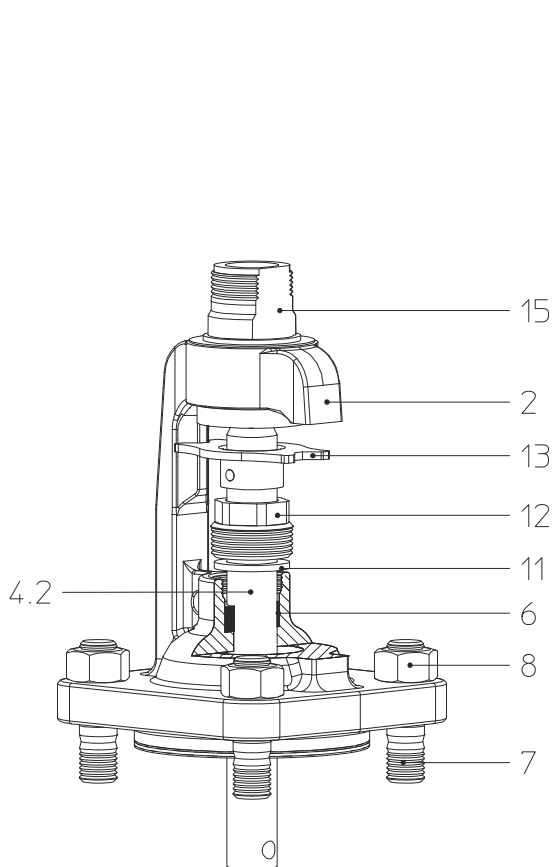
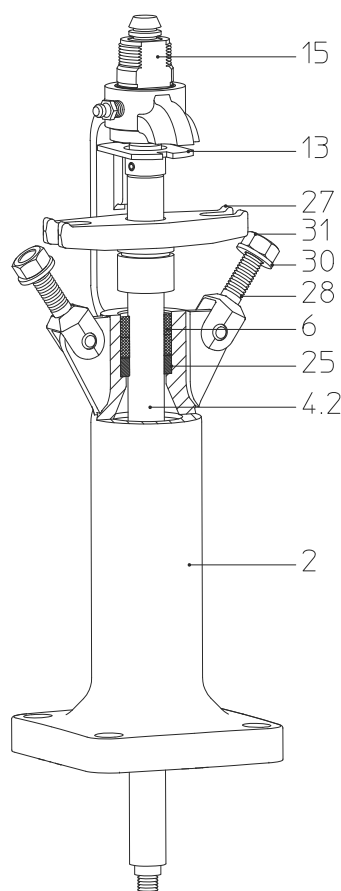

Fig. 10 FAB A®-Plus:
Fig. 11 FAB A®-Supra / FAB A®-LA:
En cas de non-étanchéité au niveau de la tige (pos. 4.2) serrer la vis de fouloir du presse-étoupe jusqu'à obtention de l'étanchéité (Fig. 10). Le chapeau complet doit alors être remis en état dès que possible!
(Fig. 11). Le chapeau complet doit alors être remis en état dès que possible!
vis de fouloir desserrée (pos.12, Fig. 10)	resserrer la vis de fouloir (pos.12, Fig. 10) jusqu'à obtention de l'étanchéité. remettre en état le chapeau au plus vite
bride de fouloir desserrée (pos.27) (illust. 1-4)	resserrer la bride de fouloir (pos.27) jusqu'à obtention de l'étanchéité -écrous hexagonaux (illust. 1-4) remettre en état le chapeau au plus vite rembourrage éventuel de la garniture presse-étoupe (pos.6) Observer les avertissements (Fig. 11 - Fig. 10)